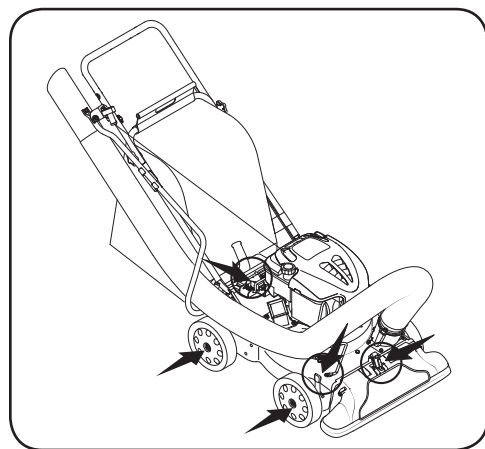

Figure 4-1
4. Lubrifiez le levier de sélection de mode d'aspiration situé sur la buse une fois par saison avec de l'huile légère. Voir Figure 4-1